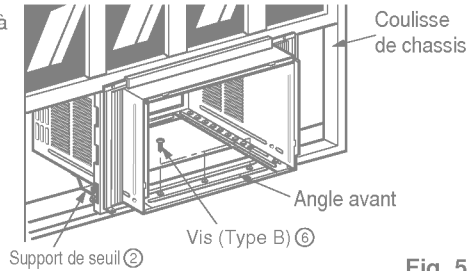

Fig. 5
- Installez le boîtier avec une inclinaison d'environ 1/2" (1,27 cm) vers l'extérieur (Voyez la fig. 5). Réglez l'écrou et le boulon des supports de seuil ② de manière à équilibrer le boîtier.
- Fixez le boîtier au rebord de fenêtre à l'aide de vis de type B ⑥ (16 mm [5/8"] de long) passant à travers de l'angle avant du boîtier et se logeant dans le rebord de fenêtre.
- Tirez chaque volet d'étanchéité ① entièrement contre chaque coulisse de châssis et répétez l'étape 2.